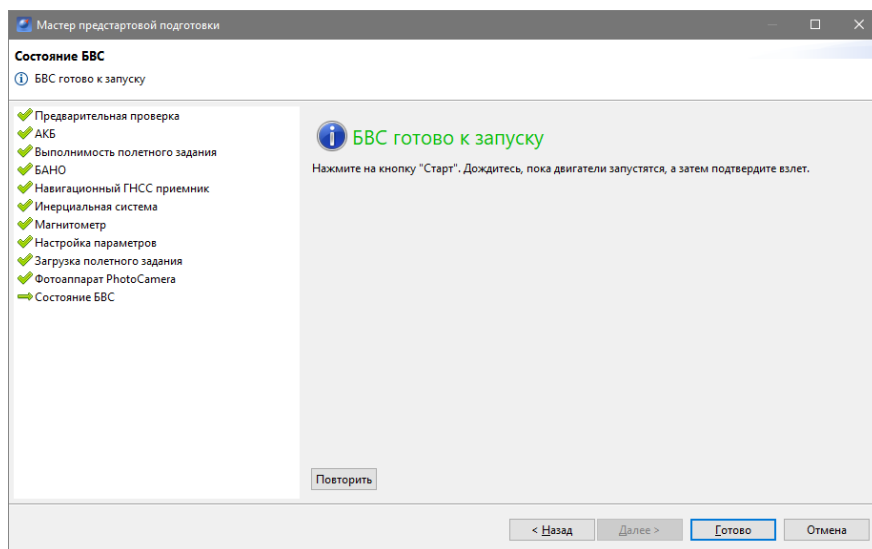

Рис. 111: Состояние БВС
- **Состояние БВС.** Завершающая проверка, которая позволяет перейти к запуску БВС (рис. 111).